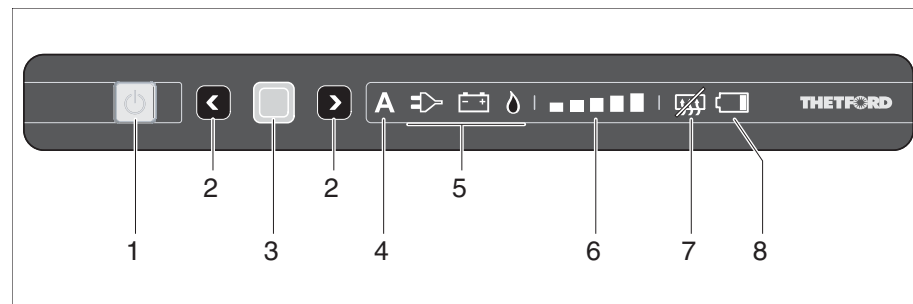

Fig. 272 Eléments de commande et d'affichage pour le réfrigérateur (Thetford sans SES)
- Appuyer sur la touche (Fig. 272,1).
- Enfoncer le bouton-poussoir (Fig. 272,1) et le maintenir enfoncé. Toutes les lampes s'éteignent.
Si le mode automatique est sélectionné, l'affichage de mode automatique (Fig. 272,4) et le meilleure source disponible (Fig. 272,5) s'allument au panneau de contrôle.
- Enfoncer la touche de confirmation (Fig. 272,3) et la maintenir enfoncée. Les symboles de modes de fonctionnement (Fig. 272,5) commencent à clignoter.
- Avec les touches de sélection (Fig. 272,2), sélectionner le régime au gaz et accepter la sélection avec la touche de confirmation (Fig. 272,3).
- Avec les touches de sélection (Fig. 272,2), sélectionner le régime 230 V et accepter la sélection avec la touche de confirmation (Fig. 272,3).
- Avec les touches de sélection (Fig. 272,2), sélectionner le régime 12 V et accepter la sélection avec la touche de confirmation (Fig. 272,3).
- Appuyer à nouveau sur la touche de confirmation (Fig. 272,3). L'affichage de niveau de refroidissement (Fig. 272,6) commence à clignoter.
- Avec les touches de sélection (Fig. 272,2), sélectionner le niveau de refroidissement désiré et accepter la sélection avec la touche de confirmation (Fig. 272,3).